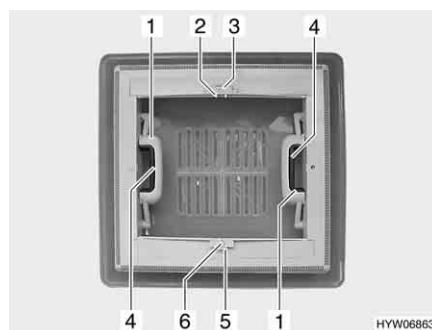

Fig. 36 Oblò a scatto
**Apertura:** ■ Premere la chiusura a scatto (Fig. 36,4) verso l'interno dell'oblò. Premere contemporaneamente verso l'alto l'oblò con la maniglia (Fig. 36,1).
**Chiusura:** ■ Tirare con forza verso il basso le due maniglie (Fig. 36,1) dell'oblò, fino a quando non scattano entrambe le chiusure.
- Premere l'arresto (Fig. 36,5) verso il lato esterno dell'oblò.
- Tirare l'oscurante a rullo per la maniglia (Fig. 36,6) fino alla maniglia contrapposta della zanzariera a rullo (Fig. 36,2) e farla innestare.
- Serrare la maniglia (Fig. 36,2). L'arresto si sblocca.
- Ricondurre lentamente l'oscurante a rullo accompagnandolo con la maniglia (Fig. 36,6).
- Premere l'arresto (Fig. 36,3) verso il lato esterno dell'oblò.
- Tirare la zanzariera a rullo per la maniglia (Fig. 36,2) fino alla maniglia contrapposta dell'oscurante a rullo (Fig. 36,6) e farla innestare.
- Ricondurre lentamente la zanzariera a rullo accompagnandola con la maniglia (Fig. 36,2).